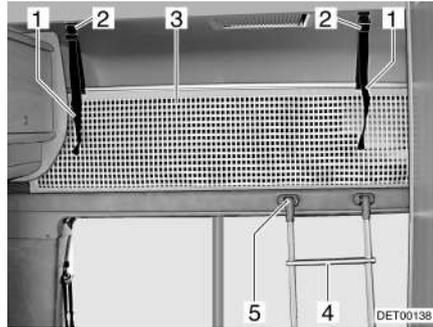

Fig. 35 Cama de alcoba
Para subir a la cama de alcoba, utilizar la escalera de ascenso (Fig. 35,4) equipada de serie.
- Enganchar la escalera con los largueros en el soporte (Fig. 35,5) del panel de la alcoba.
La red de seguridad (Fig. 35,3) viene de serie entre el colchón y el somier. Tender la red de seguridad cuando las personas ya se encuentren en la alcoba.
- Engatillar las cintas de sujeción (Fig. 35,1) en los soportes en el techo (Fig. 35,2).